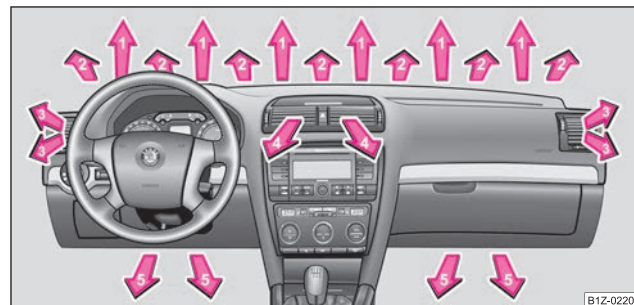
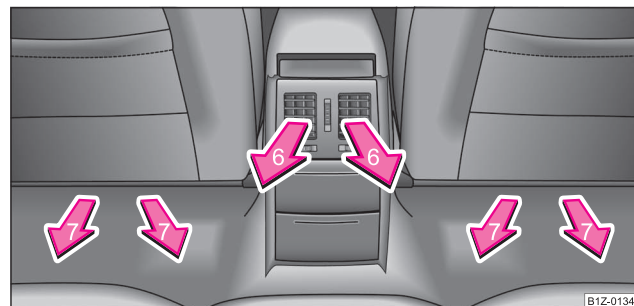

Fig. 123 Gurile de ventilație din față
Fig. 124 Gurile de ventilație din spate
- Reglați gurile de ventilație 3 și 4 astfel încât curentul de aer să fie îndreptat ușor în sus ⇒ pagina 133, fig. 123.
- Reglați gurile de ventilație **2** și **3** ⇒ pagina 133, fig. 123 astfel încât curentul de aer să fie îndreptat ușor în sus.
Distribuția aerului prin gurile de ventilație poate fi reglată și de la tastele de comandă ale Climatronic ⇒ pagina 130. Gurile de ventilație **3**, **4** ⇒ fig. 123 și **6** ⇒ fig. 124 se pot deschide și închide separat.